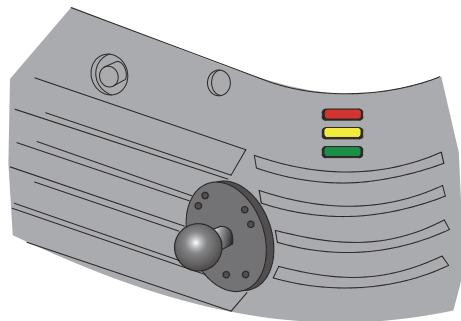

图 5-1 数字电影放映机状态 LED
2. 检查数字电影放映机后角上 LED 的状态。(图 5-1)。如果没有任何活动，请参阅 #3。